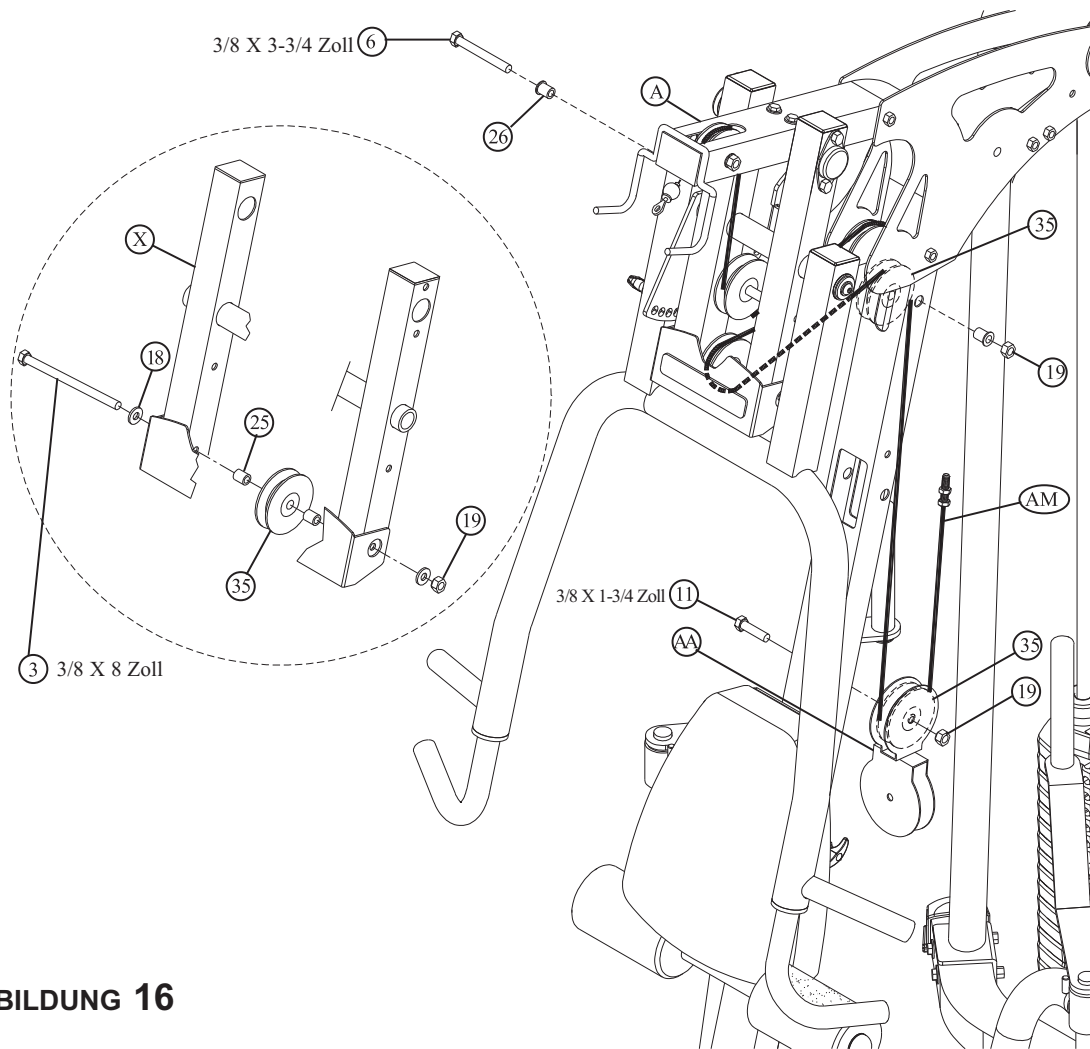

**ABBILDUNG 15**
- Den LAT-SEILZUG (AM) durch den PRESSARM-STÜTZRAHMEN (X) verlegen und eine 89 mm (3-1/2 Zoll) SEILSCHEIBE (35) mit einer 3/8 X 8 Zoll SCHRAUBE (3), zwei 3/8 Zoll UNTERLEGSCHLEIBEN (18), zwei ABSTANDSSTÜCKEN FÜR DIE SEILSCHEIBEN-ABDECKUNG (39) und einer SILBERNEN 3/8 Zoll SICHERUNGSMUTTER (19) am PRESSARM-STÜTZRAHMEN (X) anbringen. Siehe ABBILDUNG 15.
- Den LAT -SEILZUG (AM) um eine 89 mm (3-1/2 Zoll) SEILSCHEIBE (35) führen und die SEILSCHEIBE mit einer 3/8 X 3-3/4 Zoll SCHRAUBE (6), zwei 3/8 X 1 Zoll ABSTANDSSTÜCKEN (24) und einer SILBERNEN 3/8 Zoll SICHERUNGSMUTTER (19) an der LINKEN (D) und RECHTEN (E) AUSLEGERPLATTE befestigen. Siehe ABBILDUNG 15.